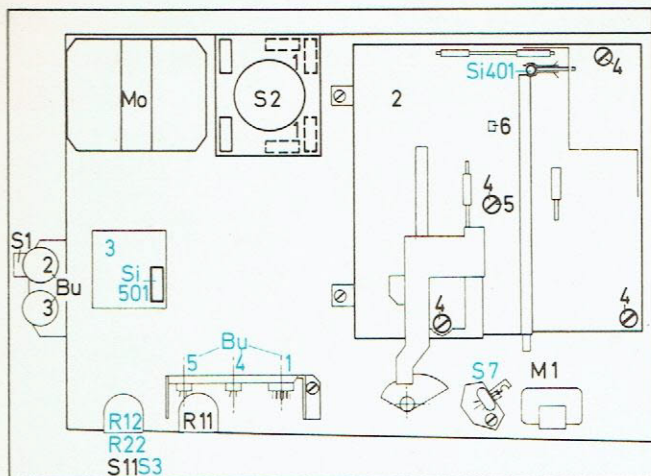

Fig. 1: Présentation du dos du châssis (bleu: uniquement pour M 207)
La plaque d'étage final ③ peut être retournée après dégagement des trois vis ⑦, de sorte que les éléments de montage deviennent accessibles. En vue d'un échange du fusible Si 501 et pour des travaux de réglage, il n'est pas nécessaire de défaire la plaque; Si 501 peut être atteint au travers d'une percée dans le dos du châssis (voir Fig. 1).